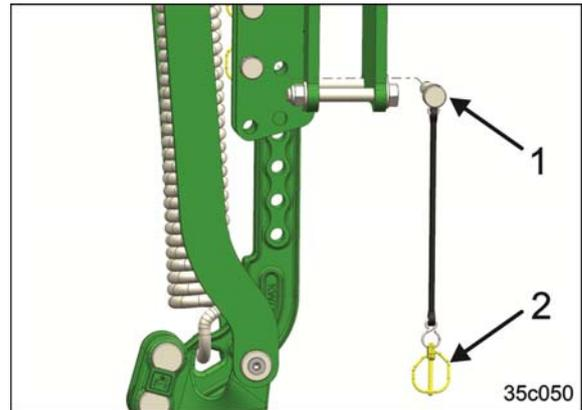

Fig. 123
1. Retirer la goupille d'arrêt (Fig. 123/2)
3. Retirer le boulon de sûreté (Fig. 123/1)
4. Amener l'efface-traces de roue de tracteur dans la position voulue et insérer le boulon de sûreté (Fig. 123/1)
5. Bloquer le boulon de sûreté avec la goupille d'arrêt (Fig. 123/2)
4. Retirer l'efface-traces de roue de tracteur par la moulure de poignée du logement d'efface-traces (Fig. 123/3)
- Amener l'efface-traces de roue de tracteur dans la position voulue (Fig. 123/3)